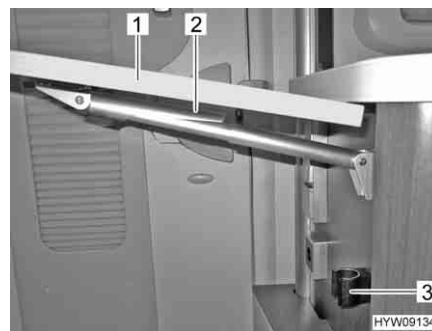

Fig. 41 Chiusura del tavolo ribaltabile su bancone
- Afferrare il tavolo ribaltabile su bancone (Fig. 41,1) sull'esterno e sollevarlo leggermente. Con l'altra mano ruotare e alzare il dispositivo di fissaggio (Fig. 41,2) sul supporto telescopico.
- Orientare il piano del tavolo verso il basso, finché il supporto telescopico non ingrana nel supporto (Fig. 41,3).